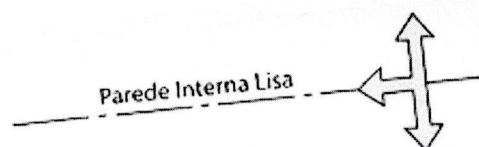

Figura 2
• **Excelente Desempenho Hidráulico:** a parede interna lisa permite melhor escoamento, evitando formação de barreiras físicas e possíveis obstruções (ver Figura 2).